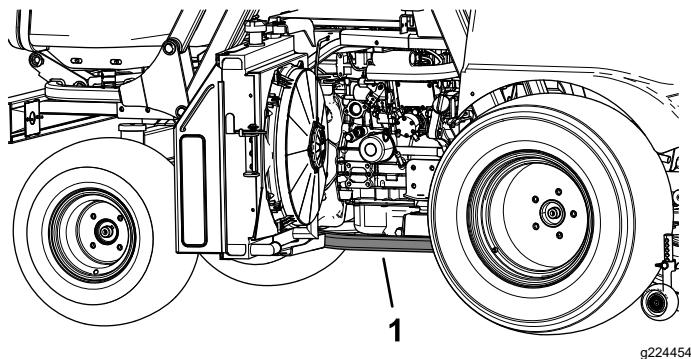
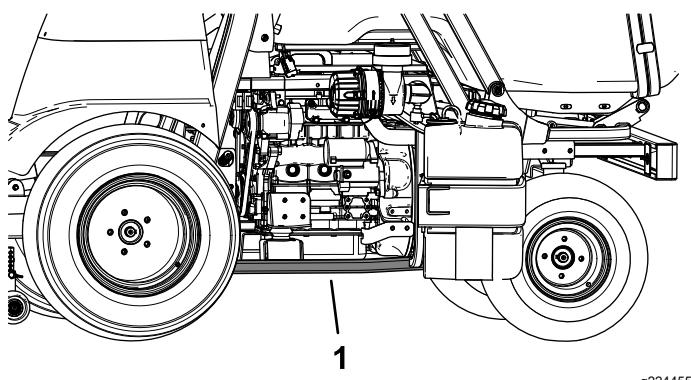

Рисунок 38
Рисунок 39
2. Установите домкрат под трубой рамы (Рисунок 38 и Рисунок 39) в точке